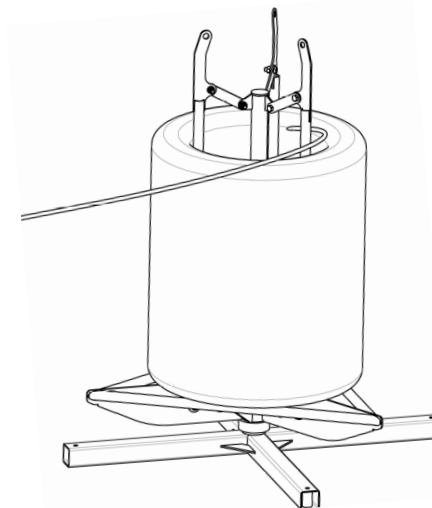

Рис.4. Схема разматывания бухты.
- 2. Бухту разматывать, начиная с внутренних витков, вынимая их через верх бухты (Рис. 4).***